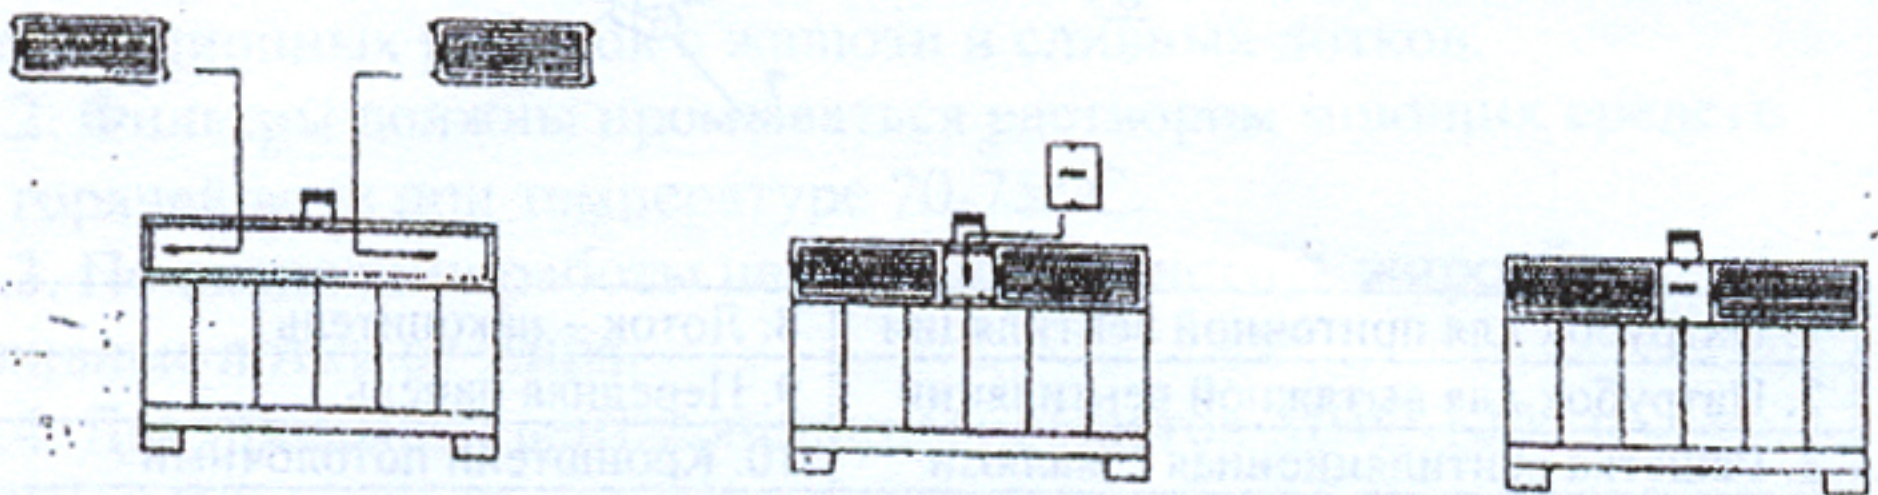

Рис. 3
6.4. Для промывки вентиляционных решеток МВО 1200 и МВО 1600 необходимо отвернуть два винта панели с надписью «АТЕСУ» и, сдвинув решетки к центру, вынуть их (см. рис. 3), для промывки вентиляционной решетки МВО 500 необходимо отвернуть четыре винта от нее и снять ее.